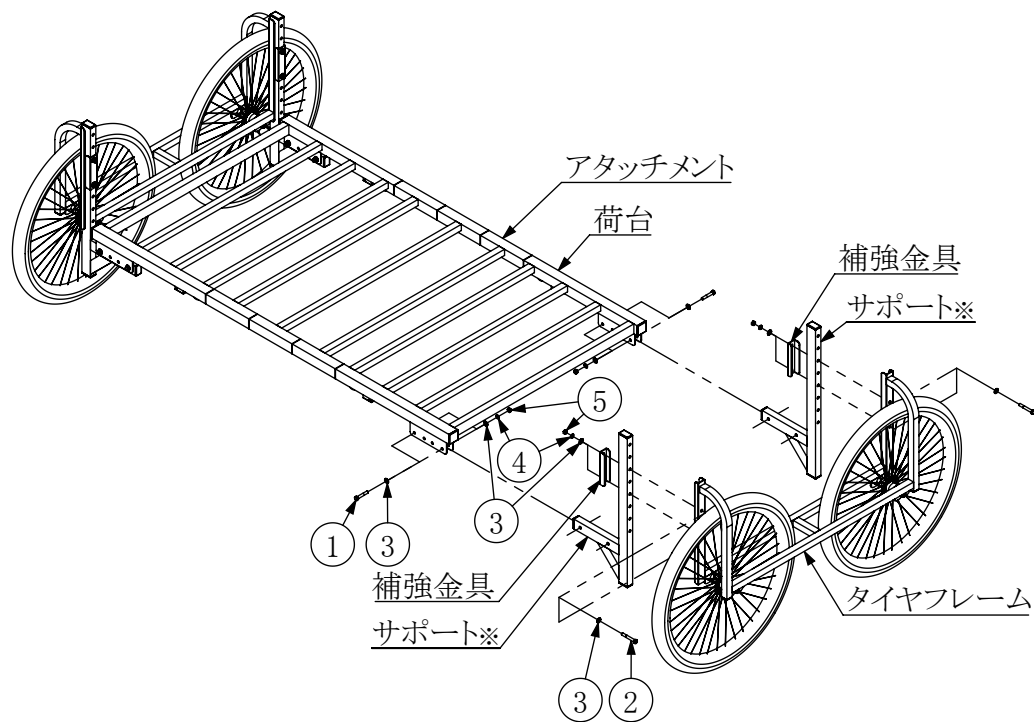
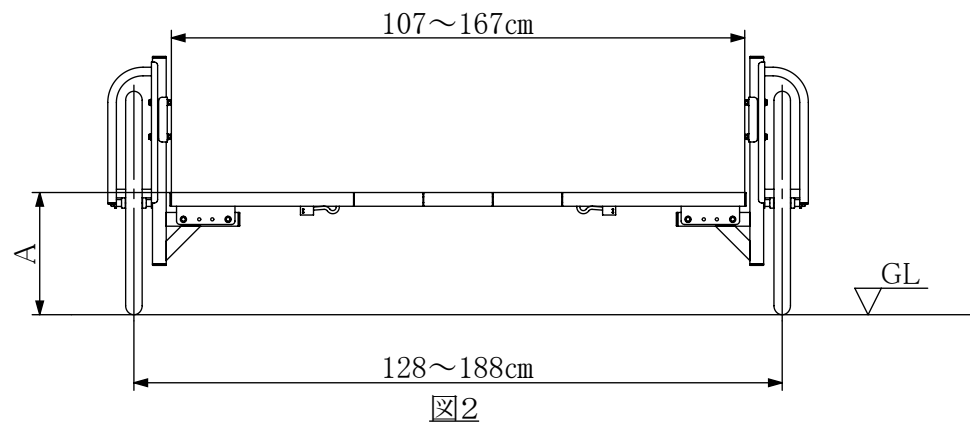

図1
図2
- 図1(図はRA-200を表しています)を参考に組立済み楽太郎のサポートを低床用サポートに交換してください。
2. 低床用サポート※に前項で取り外したタイヤフレームをボルト類②③④⑤を使い取り付けます。
3. 楽太郎荷台に、低床用サポート※をボルト類①③④⑤で取付て完成です。
- 図2は低床部品取付済み楽太郎の寸法図です。"A"荷台高さはRA-100(N)で約20~45cm、RA-200(N)で約28~53cmです。